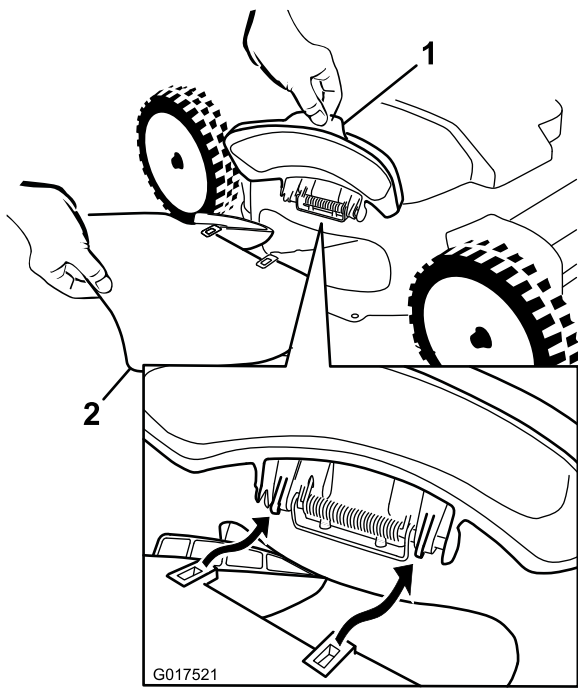
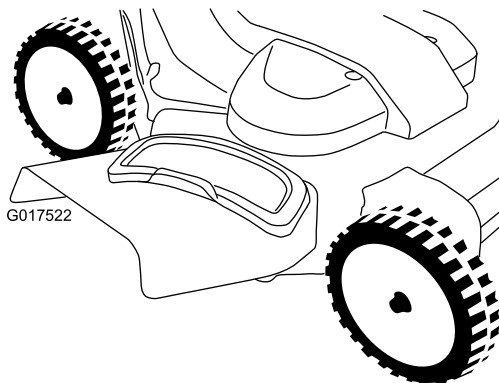

Figura 29
Figura 30
1. Levante el deflector de descarga lateral (Figura 29).
2. Instale el conducto de descarga lateral según se muestra en Figura 29 y Figura 30, y cierre el deflector sobre el conducto.